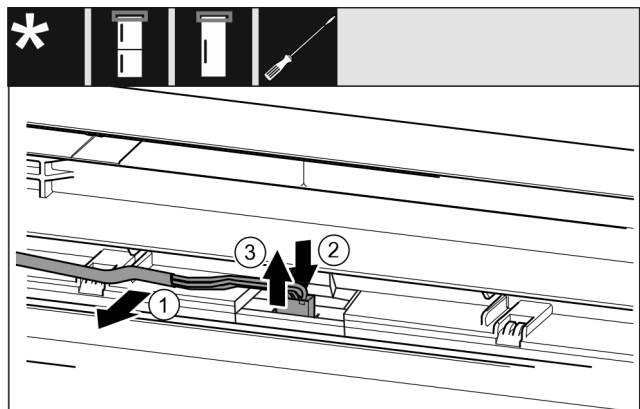

Fig. 23 Комбинация из холодильных и морозильных агрегатов / морозильные агрегаты / холодильные агрегаты*
- ▶ Осторожно высвободите кабель Fig. 23 (1) из направляющей в двери.*
- ▶ Вдавите назад накладку Fig. 23 (2) за штекером.*
- ▶ Осторожно вытяните штекер Fig. 23 (3) вверх.*